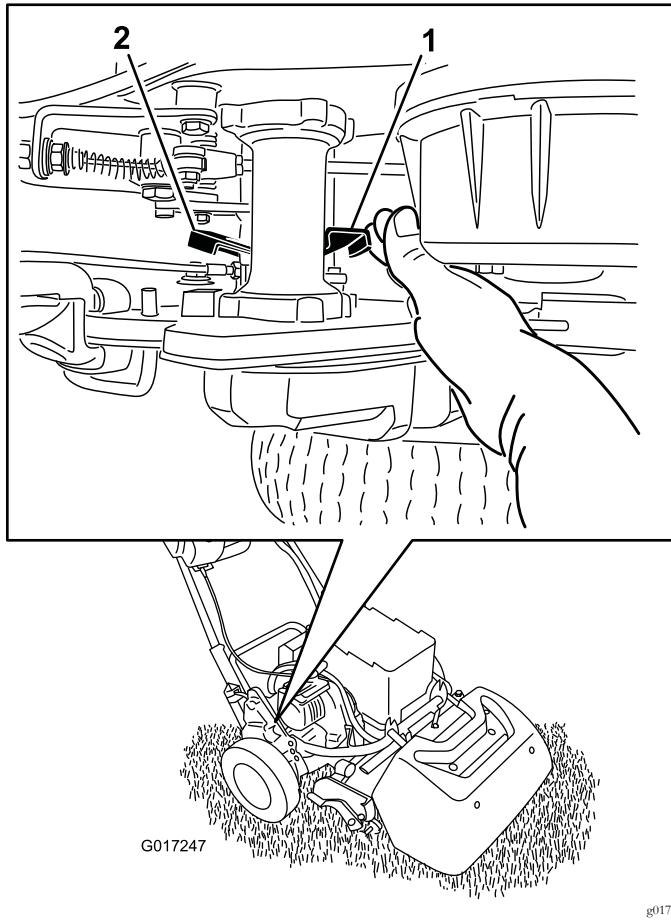

Figura 38
1. Sull'angolo posteriore destro della macchina, individuate la leva di innesto/disinnesto della trazione, vicino al tamburo di alloggiamento della trasmissione (Figura 38).